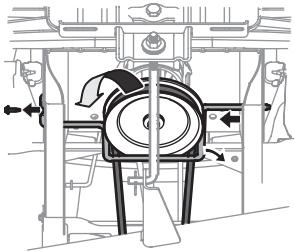

Figura 38
5. Saque el tornillo hexagonal que asegura la varilla guardapoleas del motor al bastidor (Figura 38).